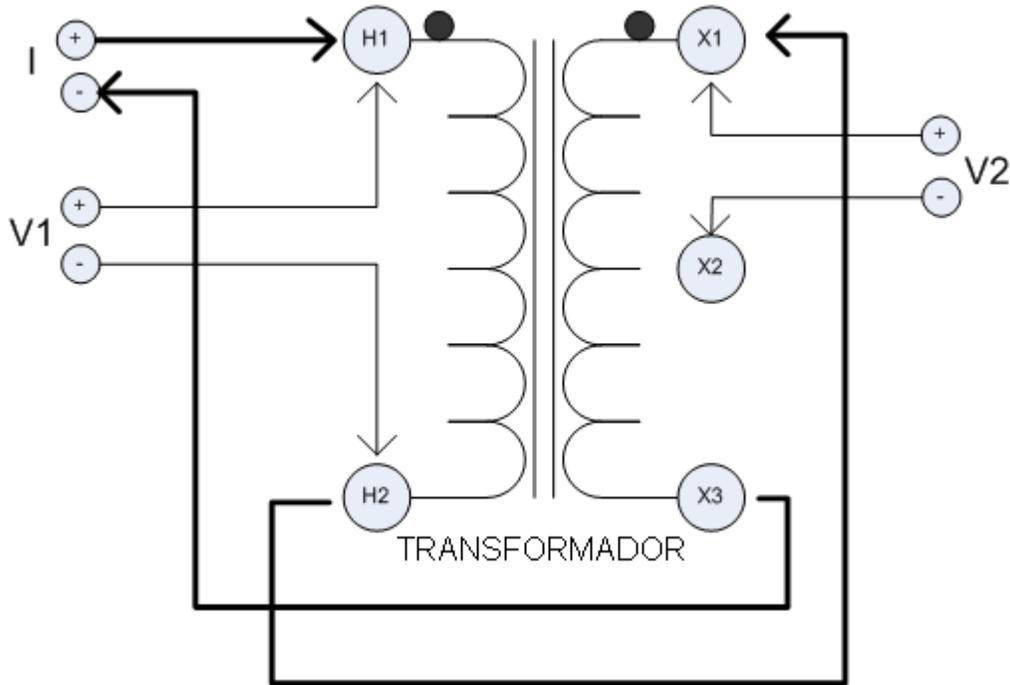

Figura 3: Prueba de Dos Arrollamientos
*NOTAS: Debe tenerse particular cuidado de que el puente conector de la Figura 3 esté conectado a polaridades opuestas del transformador, de modo de reducir el tiempo de saturación del núcleo del transformador.*
4. Conecte los conductores de tensión "V1" a los terminales H1 y H2 del transformador en prueba. Ver Figura 3.
5. Conecte los conductores de tensión "V2" a los terminales X1 y X2 del transformador en prueba. Ver Figura 3.
Conecte los conductores de corriente (I) al arrollamiento que se prueba. Ver Figura 3. Agregue el Cable de Puente de H2 a X1. Esto permitirá que la corriente circule desde el arrollamiento primario hacia el arrollamiento secundario. **Los conductores de tensión deberán colocarse siempre entre los conductores de corriente y el transformador.** Ver Figura 3.
8. Una vez completada la medición, pulse  para finalizar y descargar la corriente. La descarga habrá finalizado cuando el indicador de descarga esté en "OFF" (0).